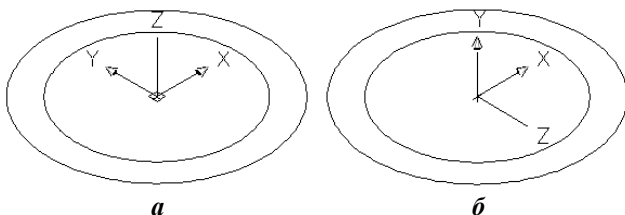

Рис. 6.6
2. Будуємо два кола із центрами у початку координат з радіусами 100 і 75. За допомогою команди **REGION** (Область), що викликається з меню **Draw** (Draw ► Region), перетворюємо ці кола в області (рис. 6.6,*а*).
4. За допомогою кнопки  панелі інструментів **UCS** (ПСК) повертаємо площину **XY** на 90° (до вертикального положення, див. рис. 6.6,*б*).